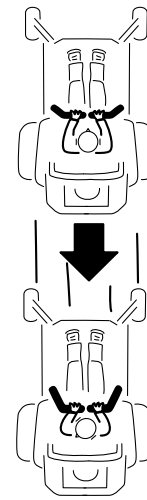

Bild 20
2. Zum Rückwärtsfahren sollten Sie nach hinten und auf den Boden schauen und die Fahrtrihshebel langsam nach hinten ziehen (Bild 20).
Wenden Sie zum Geradeausfahren auf beide Fahrtrihshebel denselben Druck an (Bild 20).